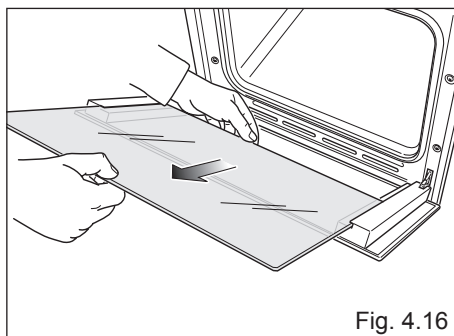

Fig. 4.16
- Sfilare delicatamente il vetro interno (fig. 4.16) e pulirlo con prodotti idonei. Asciugarlo sempre accuratamente.